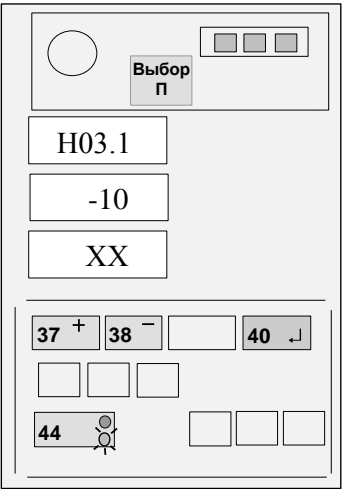

Рисунок 17 - Ввод температуры
Если величина измеренной температуры воздуха отличается от выдаваемой на средний ИЖЦ более, чем на 3°C, нажатием кнопки 44 установить на верхнем ИЖЦ код "H03.1", а затем, нажимая кнопки "+" (37) и "-" (38), установить, контролируя по показаниям среднего ИЖЦ, значение температуры, равное показаниям термометра (см. рисунок 17).